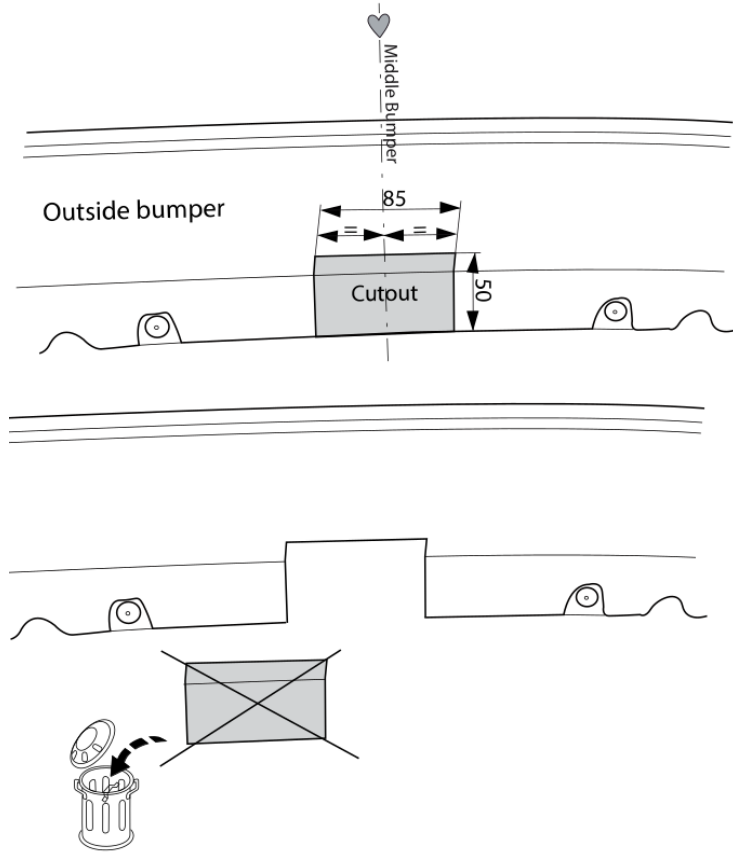

Fig. 4
9. Выпилить обозначенные части, как указано на рис. 4.